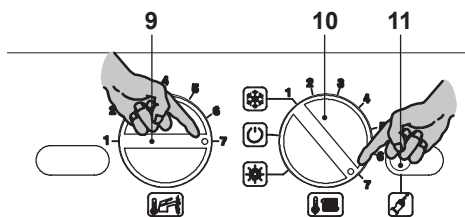

Figura 7.1
- Ruotare il selettore di funzione 10 come in Figura 7.1.